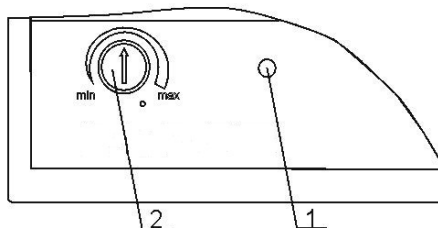

Рис.2. Схема расположения органов управления и сигнализации.
8.2 Подключение морозильника к электрической сети осуществляется штепсельной вилкой сетевого шнура (не рекомендуется тянуть за сетевой шнур). В момент пуска и остановки мотора-компрессора возможно незначительное содрогание корпуса морозильника. Загоревшаяся индикаторная лампа 1 (рис.2) свидетельствует о том, что морозильник включен в электросеть.
8.3 Температурный режим в морозильнике устанавливается путем поворота ручки терморегулятора 2 (рис.2) до выбранного уровня по шкале температурного режима.
8.4 Для замораживания продуктов в морозильнике с металлической дверью («POZIS FH 250-1», «POZIS FH 255-1», «POZIS FH 256-1», «POZIS FH 258-1») переведите ручку терморегулятора 2 (рис.2) в положение «max».
При замораживании продуктов в морозильнике ручка терморегулятора (рис.2) устанавливается в положение «max» за 4-5 часов до укладки продуктов для получения в камере наименьшей температуры. При замораживании продуктов в морозильнике, работающем в установившемся режиме, допускается переключение морозильника на режим «замораживание» после укладки продуктов. В этом случае время замораживания массы продуктов первой закладки увеличится.